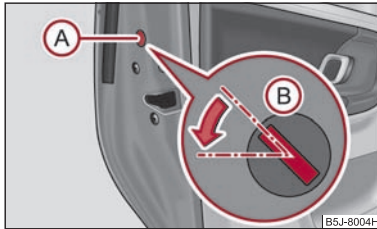

Abb. 27 Notverriegelung der Tür
- Bauen Sie die Blende **A** ab ⇒ Abb. 27.